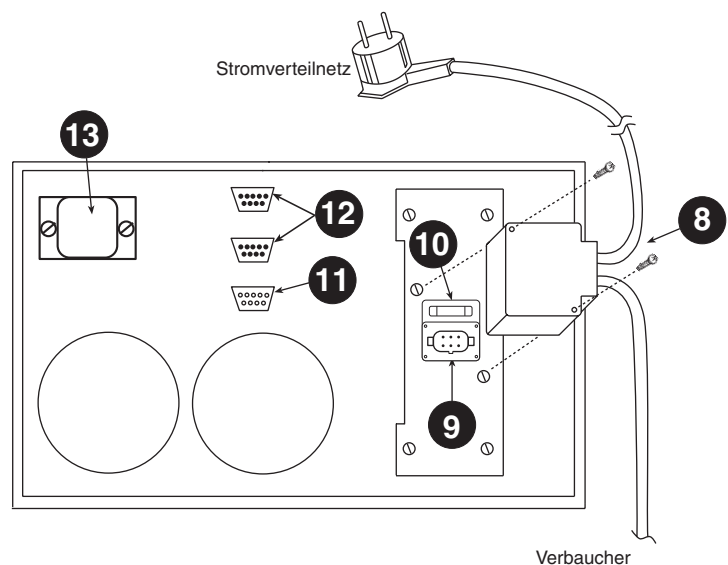

Abb. 2 Elektrische Anschlüsse
Einzelne Einheit (**Abb. 2**):
1. Den beiliegenden Steckverbinder Eingang-Ausgang wie in Abbildung 2 gezeigt verdrahten; hierzu ummantelte Kabel verwenden, deren Leiter einen Mindestquerschnitt von **2,5 mm²** haben.
4. Den Steckverbinder Eingang-Ausgang an den Anschluss [9] auf der Rückseite der USV-Einheit anschließen und mit den zugehörigen Schrauben am Rahmen befestigen (siehe Abb. 2).